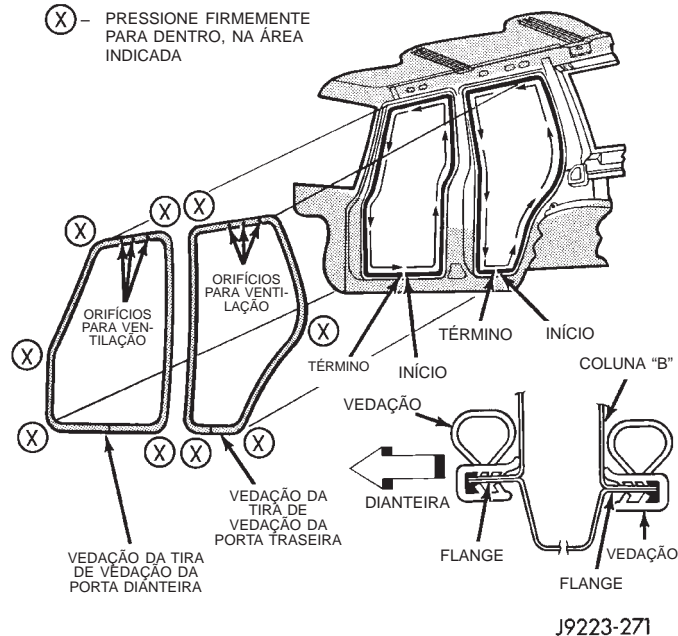

Fig. 39 Tira de Vedação da Abertura da Porta
- (1) Posicione a tira de vedação nos cantos.
- (2) Movimente para cima e em torno da borda da abertura da porta. Assente a vedação no flange.
- (3) Ao instalar uma vedação de tira de vedação na abertura da porta, comece pela linha de centro da soleira da porta.
- (4) Movimente para cima e em torno do perímetro da abertura da porta e assente a tira de vedação no flange (Fig. 39).
- (5) Instale o painel de acabamento lateral do capô.
- (6) Instale a placa de proteção interna.
- (7) Instale o painel de acabamento inferior da coluna "B".
- (8) Instale o painel de acabamento superior da coluna "B".
- (9) Instale o painel de acabamento da coluna "A".